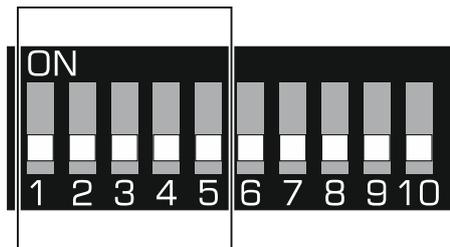

Рис. 4. DIP-переключатели, предназначенные для установки адреса, если контроллер подключен к прибору INTEGRA / INTEGRA Plus.
**Переключатели 1-5** (рис. 4) предназначены для настройки адреса, если контроллер подключен к прибору INTEGRA / INTEGRA Plus (в остальных режимах работы установка переключателей 1-5 не имеет значения). Каждому переключателю назначено числовое значение. В положении OFF – это 0. Числовые значения, назначенные отдельным переключателям в положении ON, представлены в таблице 2. Чтобы определить адрес устройства, следует сложить значения, установленные на переключателях 1-5. Установленный адрес должен отличаться от адресов, установленных в остальных устройствах, подключенных к шине модулей расширения приемно-контрольного прибора.